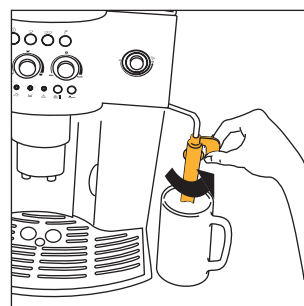
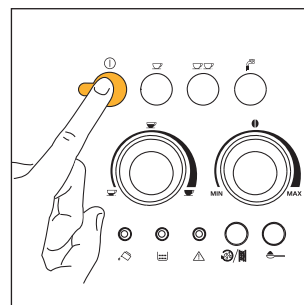
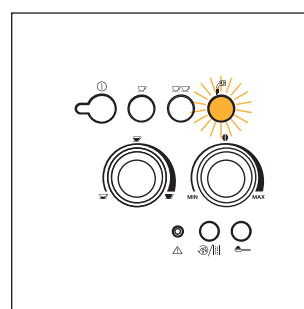

Fig. 3
Fig. 4
Fig.22
2. Dreii cappuccinomaskinen utover og plasser en kopp under den (fig. 3) og slå på maskinen ved å trykke på tasten ① (fig. 4).
- Vri cappuccinomaskinen mot yttersiden av maskinen (fig. 3).
- Plasser en beholder under cappuccinomaskinen (fig. 3).
- Plasser en tom beholder under cappuccinolageren (fig. 3). Vri damphåndtaket en halv runde mot venstre helt til den stopper opp (varsellampen vil blinke, fig. 22). La vann blandet med damp strømme ut noen sekunder til kun damp kommer ut.